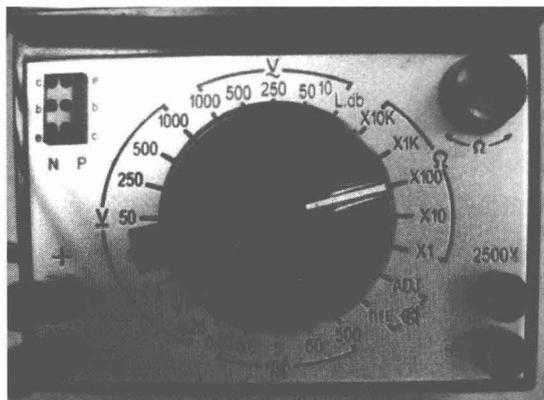

图 1-8 指针万用表的电阻挡位
(1) 用指针万用表判定电阻的好坏
① 选择测量挡位，再将倍率挡旋钮置于适当的挡位，一般 100Ω 以下电阻器可选 $R\times 1$ 挡， $100\Omega\sim 1\text{k}\Omega$ 的电阻器可选 $R\times 10$ 挡， $1\sim 10\text{k}\Omega$ 电阻器可选 $R\times 100$ 挡， $10\sim 100\text{k}\Omega$ 欧姆的电阻器可选 $R\times 1\text{k}$ 挡， $100\text{k}\Omega$ 以上的电阻器可选 $R\times 10\text{k}$ 挡，如图 1-8 所示。